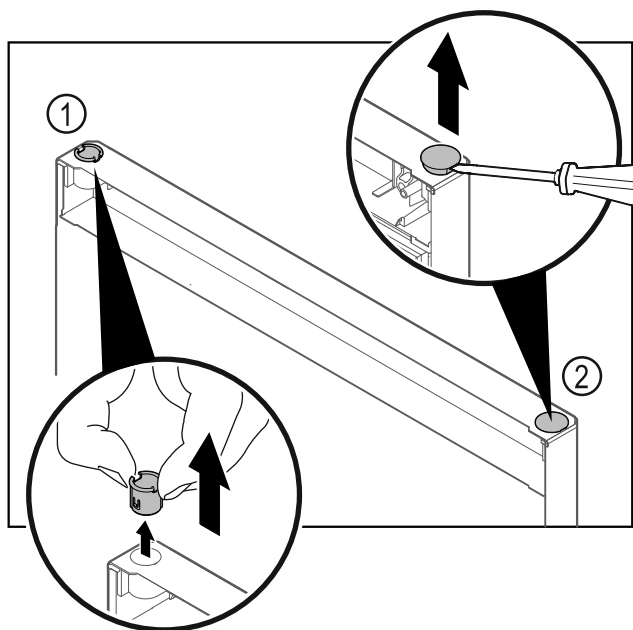

Fig. 27
- Vytiahnite puzdro závesu Fig. 27 (1) prstami.
- Plochým skrutkovačom opatrne nadvihnite kryciu zátku Fig. 27 (2) a vytiahnite ju.